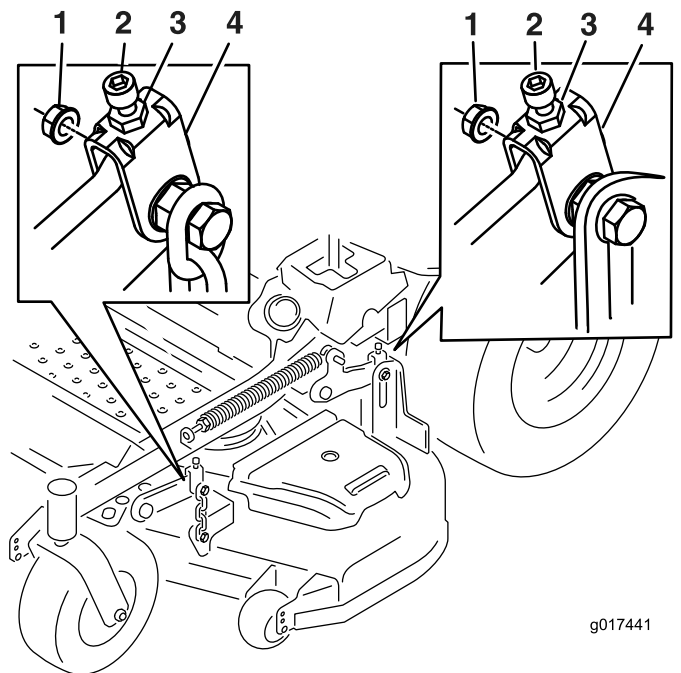

**Figura 72**
- 9. En ambos lados de la carcasa, mida desde la superficie nivelada hasta la punta delantera de la cuchilla (Posición A). La medida debe ser de 7.6 cm (3 pulg.) (Figura 72).
15. En ambos lados de la carcasa, mida desde la superficie nivelada hasta la punta trasera de la cuchilla (Posición B). La medida debe ser de 8.3 cm (3-1/4 pulg.) (Figura 72).